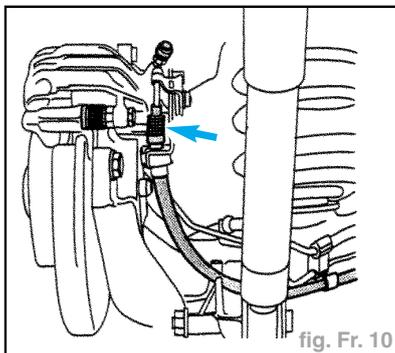

fig. Fr. 10
- Déposer de l'étrier de frein le câble de frein à main (fig. Fr. 10).